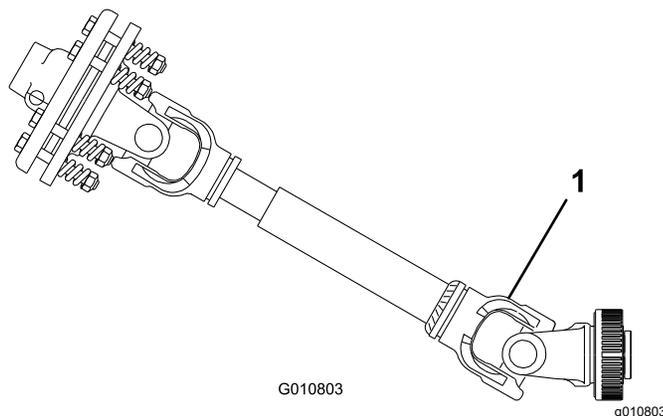

Рисунок 27
**Внимание:** При подсоединении ВОМ не поднимайте аэратор выше, чем необходимо. Слишком высокий подъем машины приведет к поломке шарниров ВОМ (Рисунок 27). Выключайте ВОМ при подъеме аэратора. ВОМ может работать при угле подъема до 25°, но когда аэратор находится в самом верхнем положении, угол не должен превышать 35°.